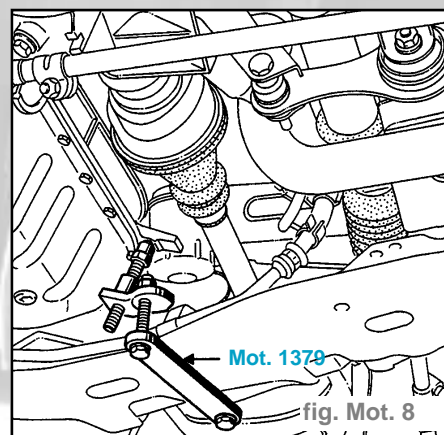

fig. Mot. 8
- Mettre en place le MOT. 1379 (fig. Mot. 8).